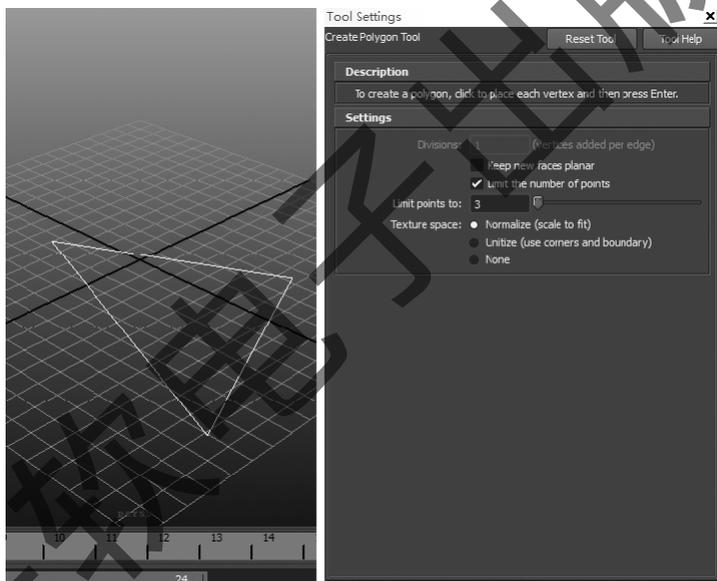

图 4-20 Create Polygon Tool 属性
Step 2: 接下来看一下我们工具里的设置 Mesh → Create Polygon Tool 命令后边的方块, 进入设置菜单, 单击 Reset Tool 按钮设置所有选项为默认值. 设置 Limit Points 为 3。在建模窗口中以逆时针方向单击 3 个点, 生成一个三角形面, 如图 4-20 所示。